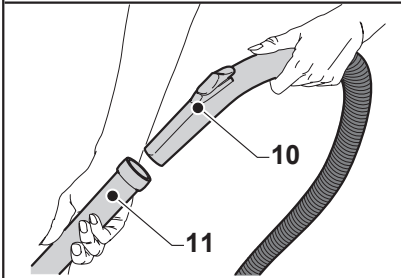

Fig. 9
- Agganciare all'impugnatura ergonomica (10 Fig.9) del tubo flessibile le prolunghe rigide (11 Fig.9).
- Agganciare alle prolunghe rigide (11 Fig.9) l'accessorio voluto (bocchetta di aspirazione, spazzola a pennello, bocchetta a lancia, ecc..)